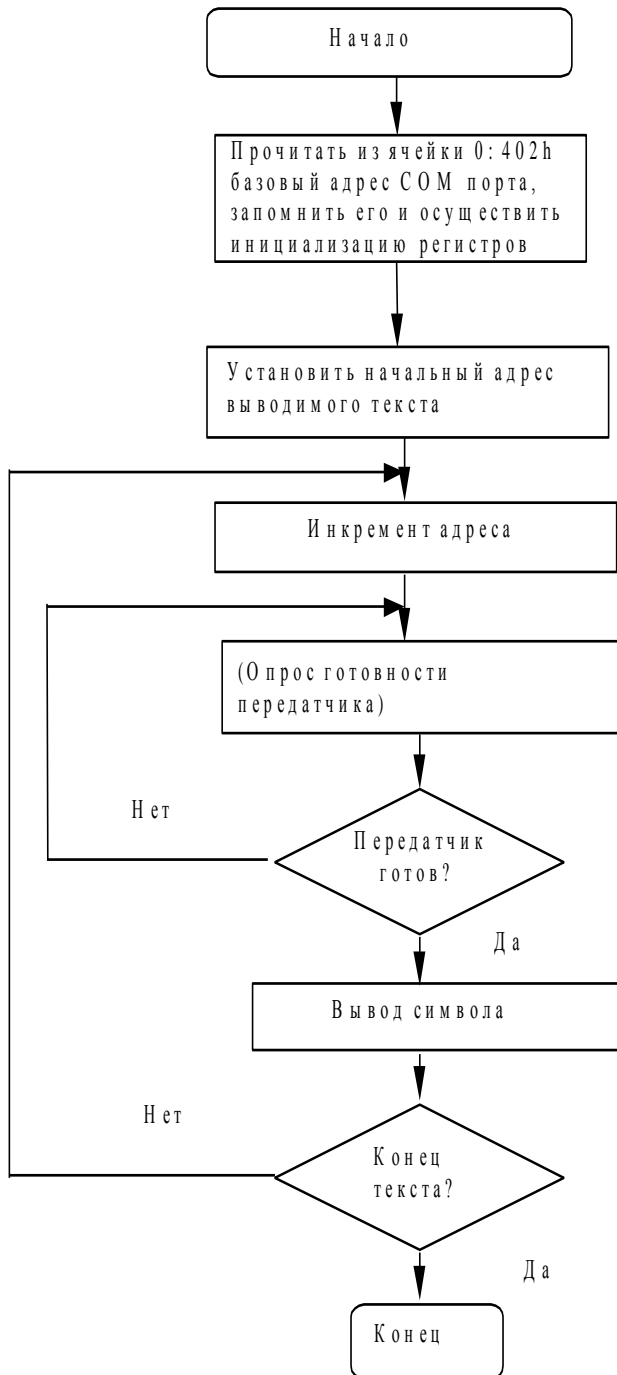

Рис.3. Структурная схема программы вывода данных через СОМ порт
Структурная схема алгоритма программы вывода данных с помощью последовательного интерфейса показана на рис.3. В лабораторной работе вывод осуществляется через порт COM2.
2. Написать программы на языке Ассемблера в соответствии со структурной схемой (рис.3).